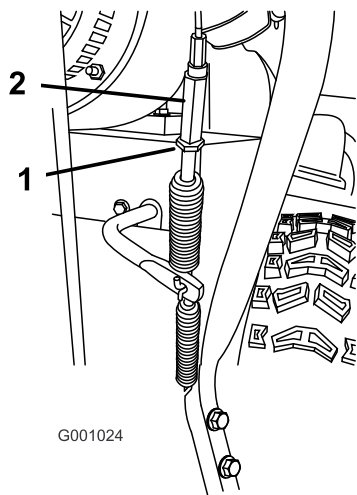

Figure 42
5. Desserrez l'écrou de blocage (Figure 42).
6. Desserrez ou serrez le tendeur de réglage de la tension du câble (Figure 42).